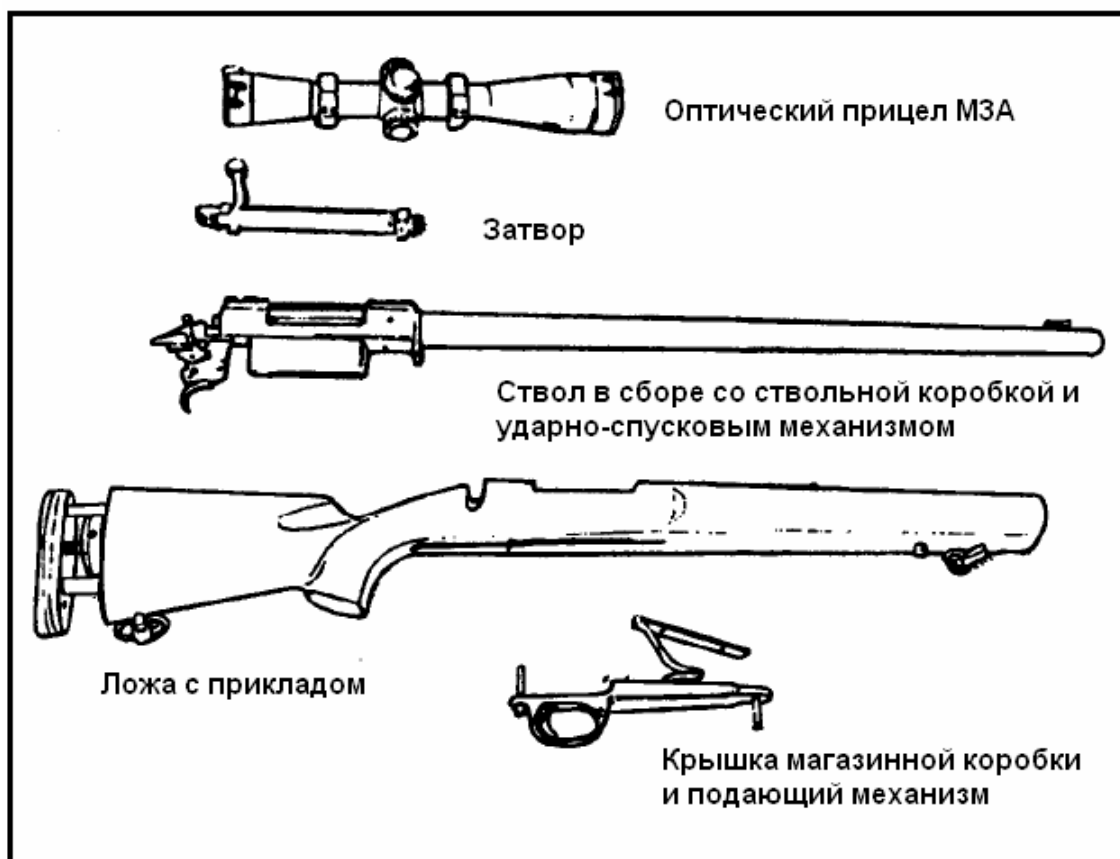

Рис. 2-16. Разборка винтовки М24.
f. Отделить ствол в сборе со ствольной коробкой и УСМ от ложи (рис. 2-16).